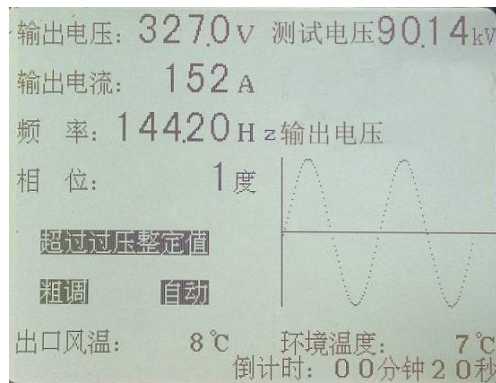

图 30 变频电源装置故障显示
8.2.5 在试验过程中，当试验电压超过设定的过压整定值，将会发出报警信号，并且断开高压试验回路，同时屏幕上显示【超过过压整定值】，见图 30。